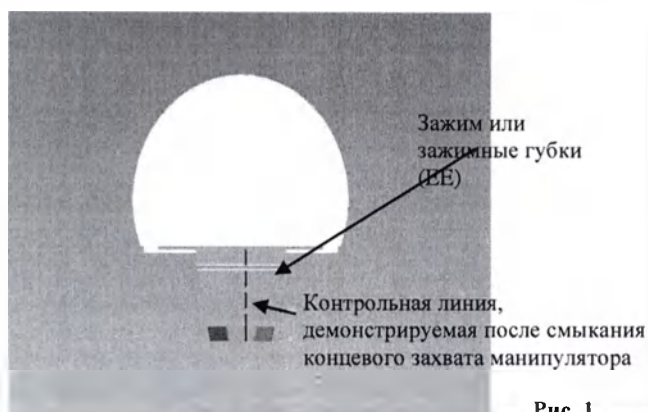

Рис. 1
- ❖ Всегда сверяйтесь с контрольной линией концевого захвата манипулятора (EE), как показано на рис. 1.